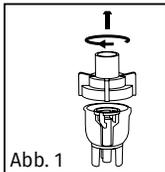

Abb. 1
3. Drehen Sie den oberen Teil der Verneblerkammer vorsichtig gegen den Uhrzeigersinn, um die Kammer vom Unterteil trennen (Abbildung 1).